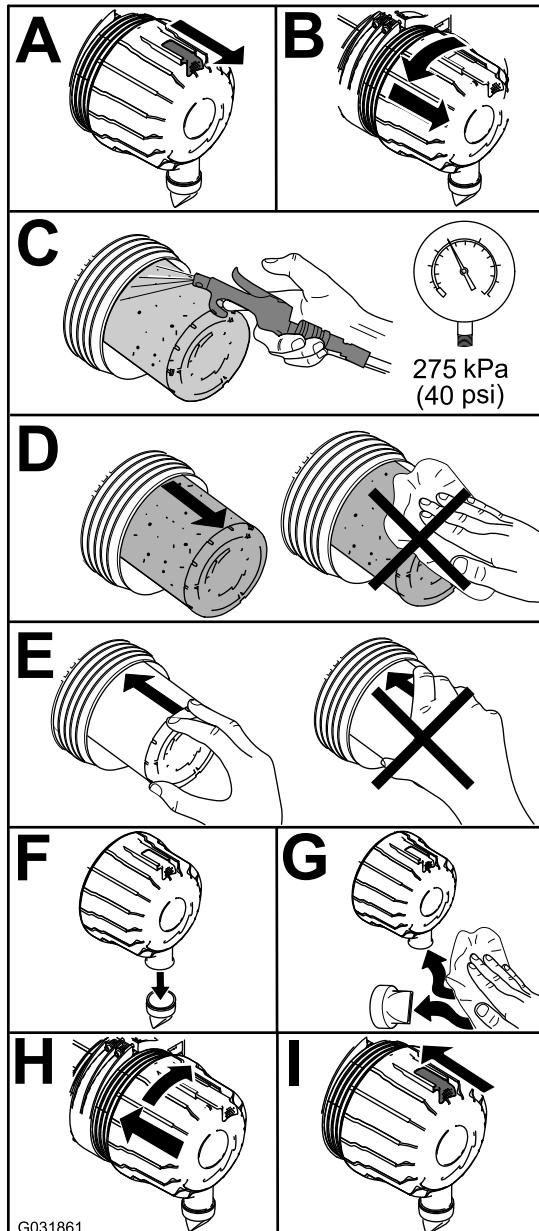

Figura 39
1. Cambie el limpiador de aire (Figura 39).